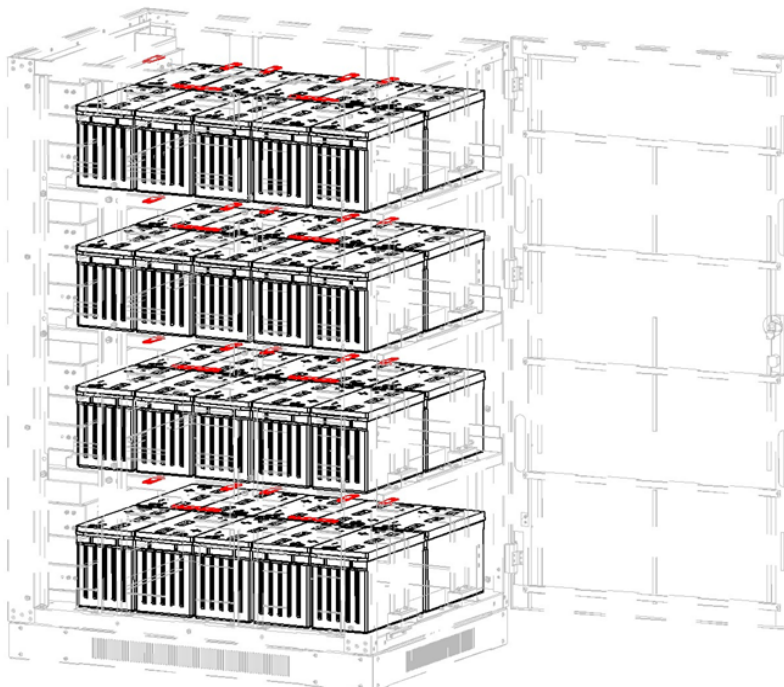

Figure 5-41A
10. Modèle BP240V100L-NIB : Installer les barres du bus en cuivre (12 pièces) entre les batteries adjacentes et les boulons/montants d'insertion des batteries (Figures 5-41A et 5-41B).